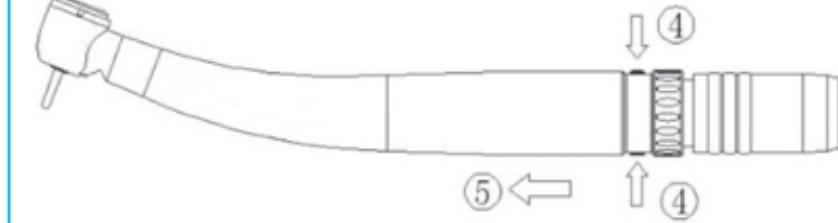

Fig. 6-10
- Die LED-Kupplung festhalten und die beiden knöpfe an der Seite der LED-Kupplung drücken (Abb. 6-10④).
- Die Turbine abziehen (Abb. 6-10⑤).